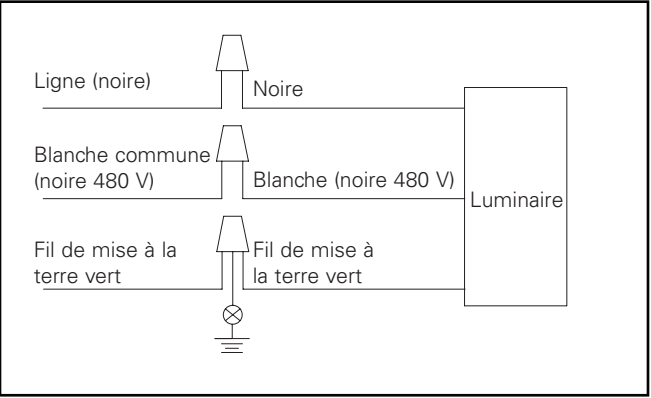

Figure 6.
6. Effectuez les branchements des fils à l'intérieur du bras de fixation. Consultez le schéma de câblage pour les connexions d'alimentation. Connectez les fils d'alimentation aux fils de sortie appropriés du luminaire. (Figure 6)